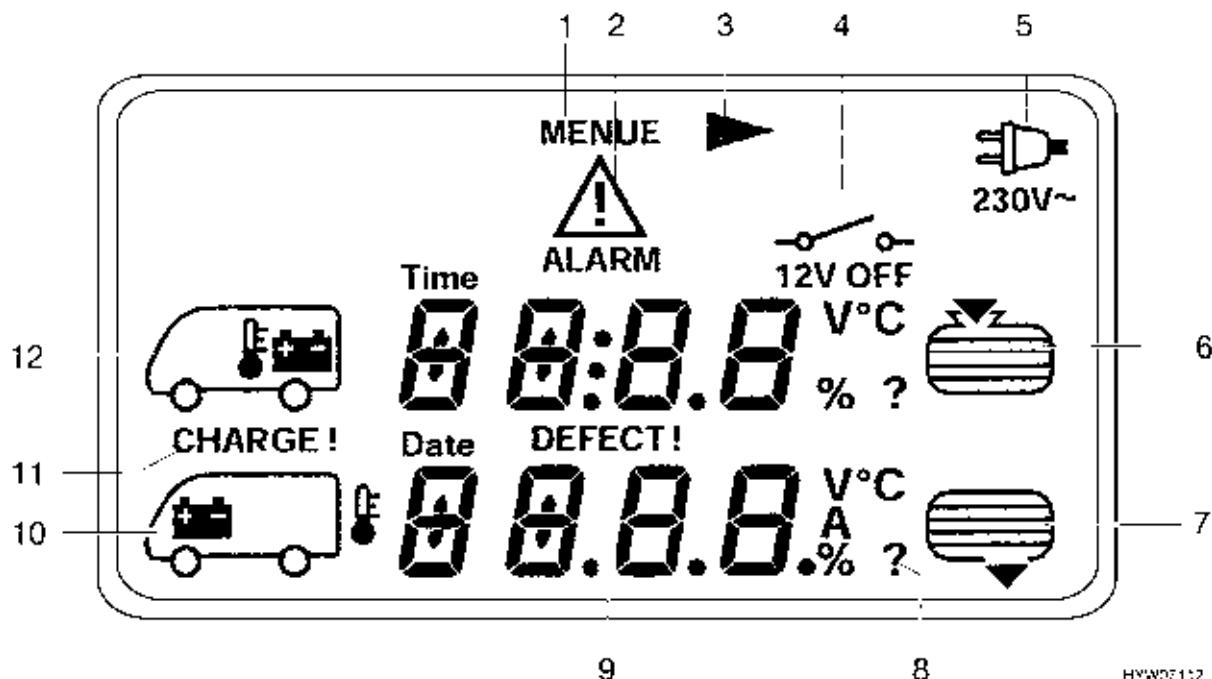

Bild 100 Symbol-Darstellung auf LC-Display
- ▷ Der Pfeil ⚠ (Bild 100,3) in der LCD-Anzeige zeigt an, dass das gewählte Menü aus mehreren Menüseiten besteht.